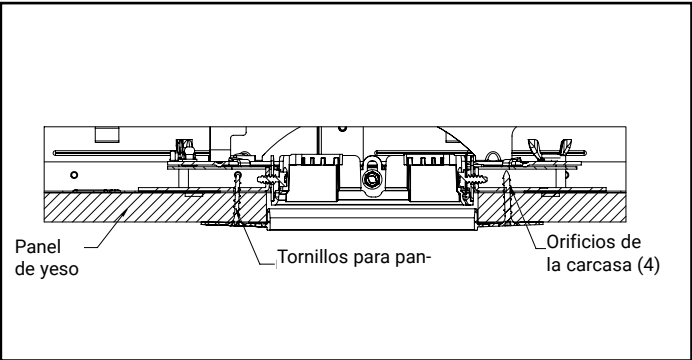

Figura 5.
12. Atraviese el adaptador sin marco con 4 tornillos para panel de yeso (longitud según la tabla a continuación) e insértelos en los orificios de la carcasa (Figura 5). Permita el tiempo de curado suficiente según lo recomendado por el fabricante del adhesivo antes de aplicar cualquier masilla para juntas.